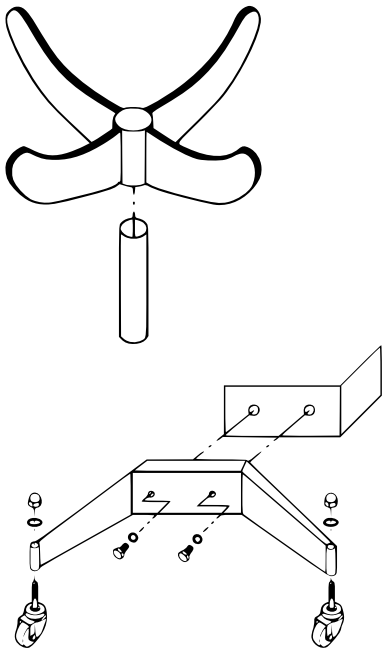

Abbildung 1
2. Befestigen Sie die vier Radbauteile an den beiden Schlitten. Verwenden Sie hierzu die mitgelieferten Blindmutterschrauben und Unterlegscheiben (Abb. 1).